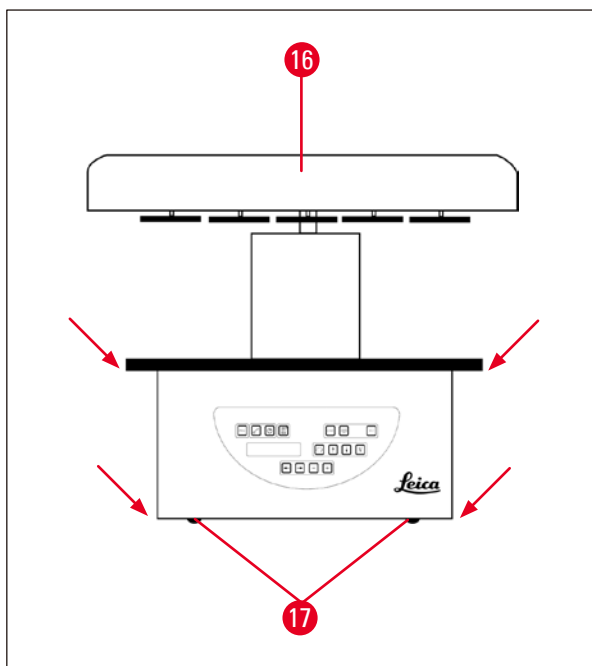

図 12
- 装置を持ち上げるには、試薬コンテナプラットフォームまたはハウジングの下端(→ 図 12)を持ち、ベースプレート(→ 図 11-10)から持ち上げます。